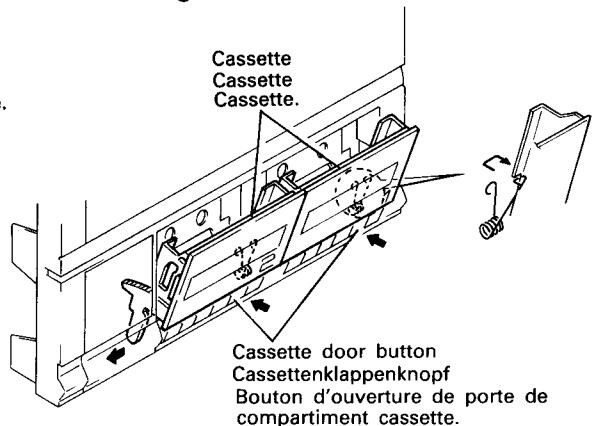

Fig. 16 Abb. 16
**17. Cassettenklappe (Abb. 16)**
**17. Porte de compartiment cassette (Fig. 16)**